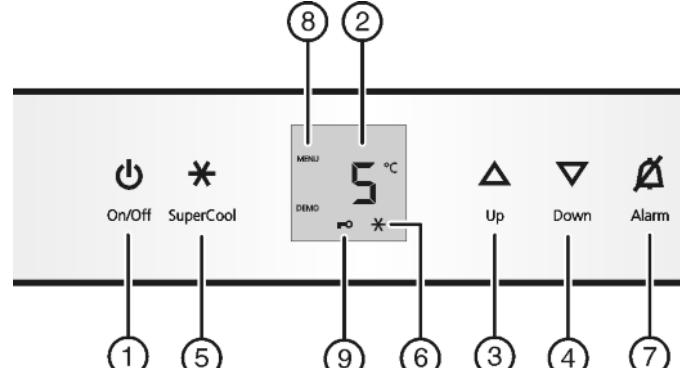

Fig. 2
- ▶ Stiskněte tlačítko On/Off Fig. 2 (1).
- ▶ Zapnutí režimu nastavení: Stiskněte Tlačítko SuperCool Fig. 2 (5) asi na 5 sekund.
- ▶ Pro zapnutí dětské pojistiky krátce stiskněte tlačítko Super-Cool Fig. 2 (5).
- ▶ Pro vypnutí dětské pojistiky krátce stiskněte tlačítko SuperCool Fig. 2 (5).
- ▷ Symbol dětské pojistiky Fig. 2 (9) svítí. Na displeji bliká **c**.
- ▶ Pro vypnutí dětské pojistiky krátce stiskněte tlačítko Super-Cool Fig. 2 (5).
- ▷ Symbol dětské pojistiky Fig. 2 (9) zhasne. Na displeji bliká **c**.
- ▶ Ukončení režimu nastavení: Stiskněte tlačítko On/Off Fig. 2 (1).
- ▶ Stiskněte tlačítko Alarm Fig. 2 (7).
- ▶ Nastavení vyšší teploty: Stiskněte seřizovací tlačítko Up Fig. 2 (3).
- ▶ Nastavení nižší teploty: Stiskněte seřizovací tlačítko Down Fig. 2 (4).
- ▶ Krátce stiskněte tlačítko SuperCool Fig. 2 (5).
- ▷ Symbol SuperCool Fig. 2 (6) na ukazateli svítí.
- Krátce stiskněte tlačítko SuperCool Fig. 2 (5).
- Symbol SuperCool Fig. 2 (6) na ukazateli zhasne.